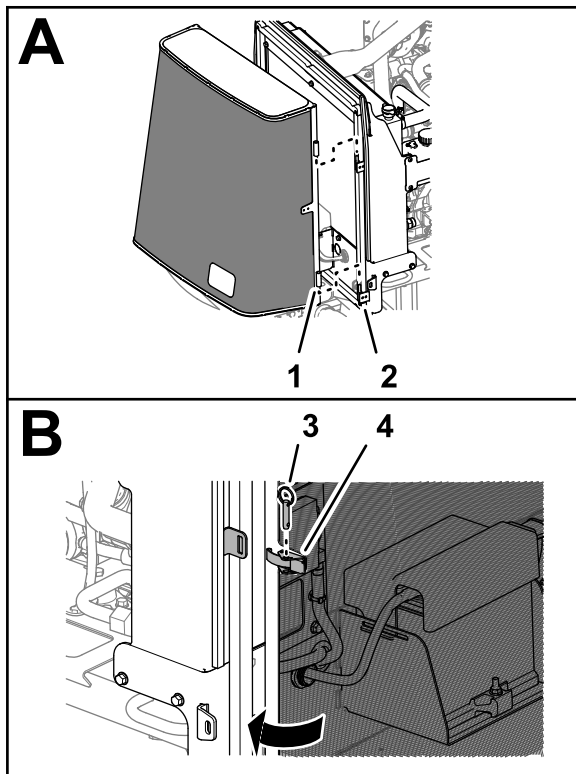

Figura 21
1. Monte la bisagra de la rejilla en los pasadores de giro en el bastidor del radiador (Figura 21).
2. Cierre la rejilla y fíjela al bastidor del radiador con la cerradura (Figura 21).
3. Inserte el pasador de bola a través de los taladros en la cerradura (Figura 21).